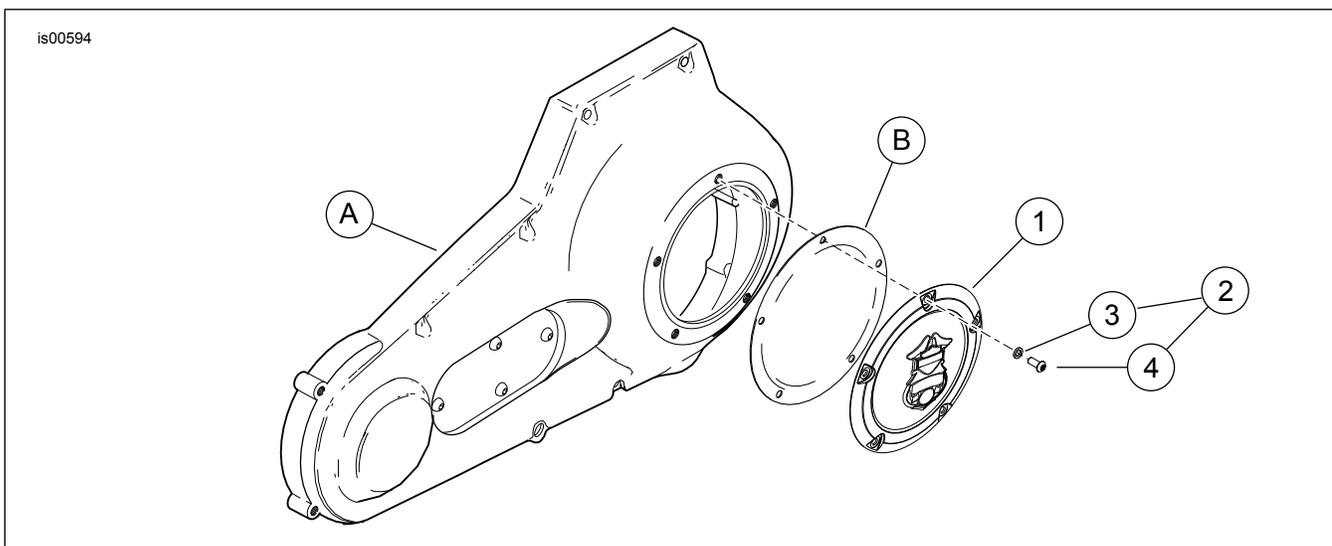

Figura 2. Tampa de inspeção da embreagem cromada estilo Billet
Veja a Figura 2 e a Tabela 1.
- b. Veja a Figura 2. Coloque uma arruela (3) em um dos **novos** parafusos (4). Insira o parafuso através do furo superior na tampa de inspeção da embreagem e rosqueie-o com cuidado até o fim através do furo triangular na gaxeta. Não empurre o parafuso através do furo.